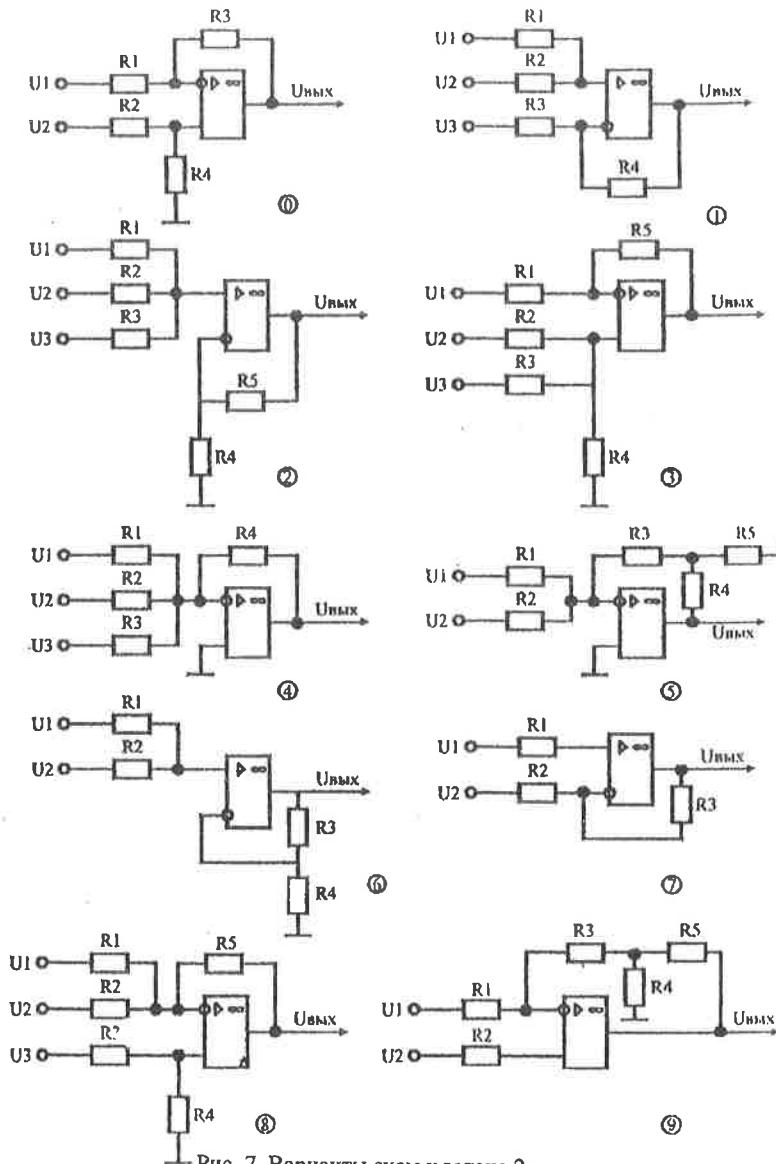

Рис. 7. Варианты схем к задаче 2.
1. Перечертить в тетрадь схему включения идеального операционного усилителя (ОУ), выбранный по рис. 7 в соответствии с последней цифрой номера студенческого билета.